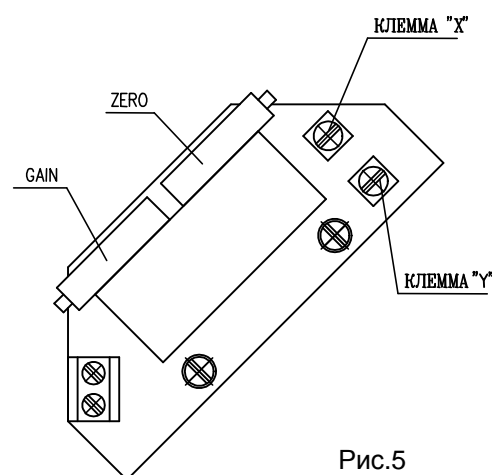

Рис.5
4.4.1 EPV - 2-проводниковое включение (рис.5,5а)
- Установте омический датчик на основании инструкций в предыдущей главе так, что омическую величину.измеряйте на клеммах X-Y или R-R (рис.5,5а) (употреблен датчик с омической величиной 100Ω).
- Поворачиванием устанавливающего триммера GAIN или В (рис.5) установте величину выходного сигнала тока, измеряемого на клеммах 81-82, на величину 20 мА.
Рис. 5а